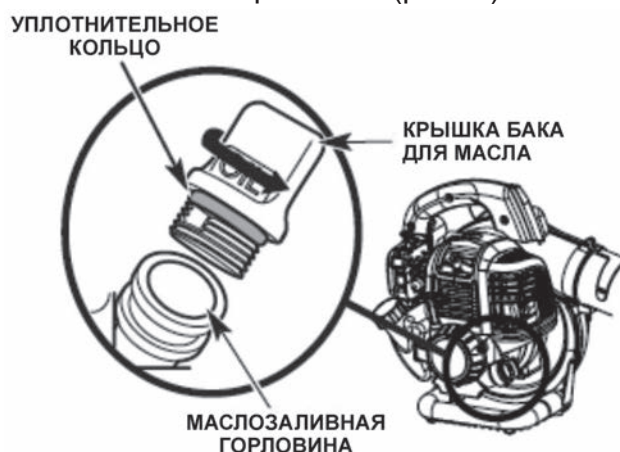

РИС. 8
- 2) Отвинтить пробку маслосливного отверстия (рис. 8)
- 3) Залейте всю емкость масла в маслосливное отверстие (рис. 8)
ПРЕДУПРЕЖДЕНИЕ! Не переливайте. См. Проверка уровня масла. Никогда не добавляйте масло в топливный бак. Этот агрегат имеет четырехтактный двигатель. НЕ смешивайте масло с бензином. Вытрите пролитое масло. Убедитесь, что уплотнительное кольцо находится на месте на пробке маслосливной горловины (рис. 8).